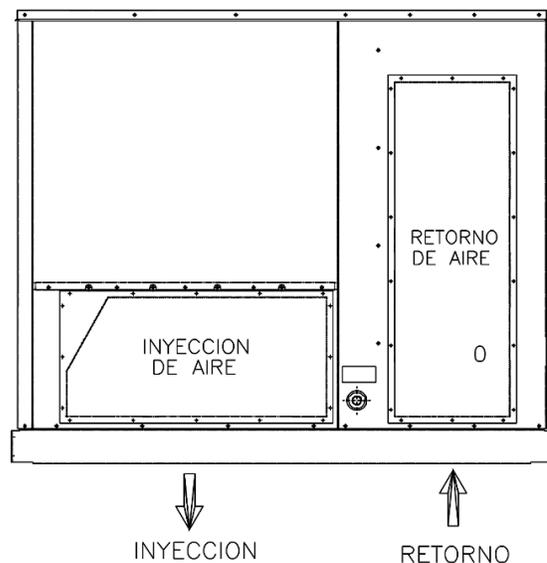

Fig. 5 - Aperturas para Conducto de Inyección y Retorno Horizontal
1. Remover los paneles que cierren las aperturas de suministro y retorno de aire horizontal (Fig.5).